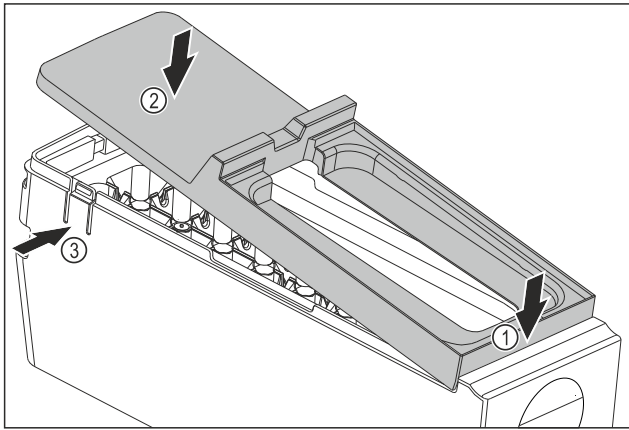

Fig. 144
- ▶ 安装 EasyTwist-Ice 机身的盖板：放置盖板前部。 Fig. 144 (1)
- ▶ 降下盖板后部。 Fig. 144 (2)
- ▶ 盖板卡入到两个接片 Fig. 144 (3)中，可以听见声音。